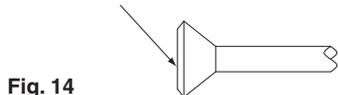

Fig. 14
- Pour les raccords évasés, recouvrez la surface intérieure de l'évasement uniquement avec de l'huile ou de l'huile d'ester. (**Reportez-vous à la Fig. 14**) Puis, tournez l'écrou évasé 3 ou 4 fois avec votre main et vissez dans l'écrou.